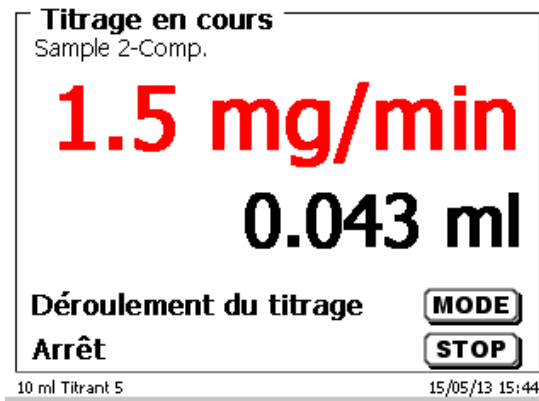

Fig. 52
- l'utilisation en ml avec la dérive en $\mu\text{g}/\text{min}$ (Fig. 52),